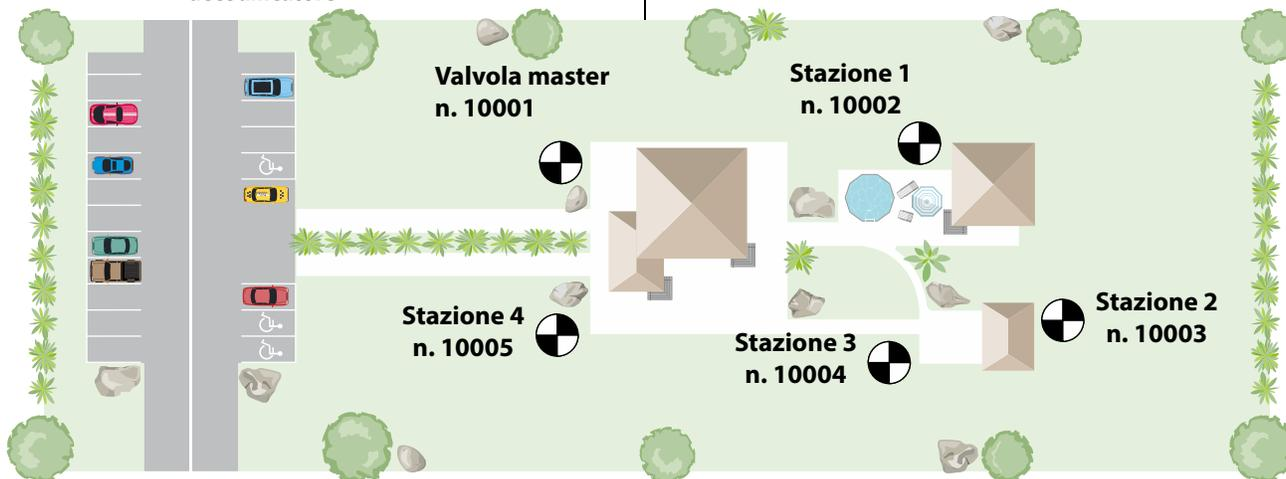

Figura 1: esempio di progettazione del sito con valvola master
- Vedere la Figura 1 per un esempio di assegnazione degli indirizzi del decodificatore con valvola master.